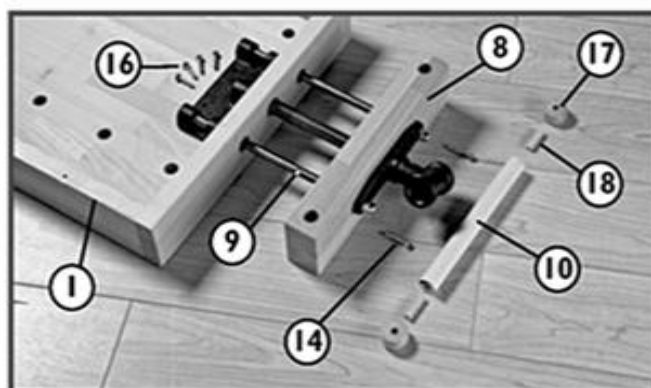

Fig. 4
4. Glissez l'étau (9) dans les trous prévus à cet effet dans la joue en bois (8), puis glissez l'ensemble dans la partie située sur le plateau (1). Fixez l'étau (9) sur le plateau (1) grâce au 4 vis 6x30mm (14). Poussez la poignée (10), au travers de l'étau (9) et insérez les tourillons (18) dans les ronds d'arrêt (17) puis dans la poignée (10) comme montré en Fig.4. Répétez l'opération pour l'autre presse.